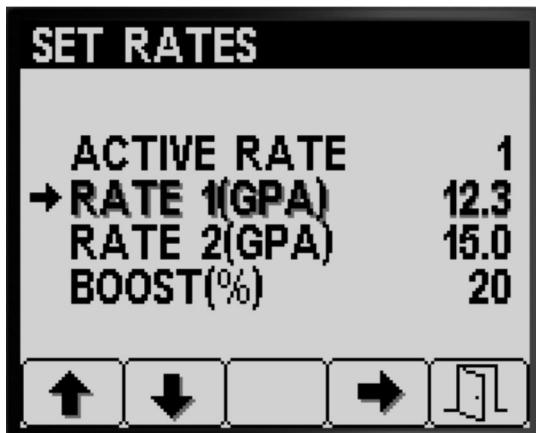

Figura 6
- Pulse el botón 1 o el botón 2 para desplazarse a la opción CAUDAL 1 o CAUDAL 2 (Figura 6).
- Pulse el botón 4 para seleccionar la opción de CAUDAL de fumigación (Figura 6).